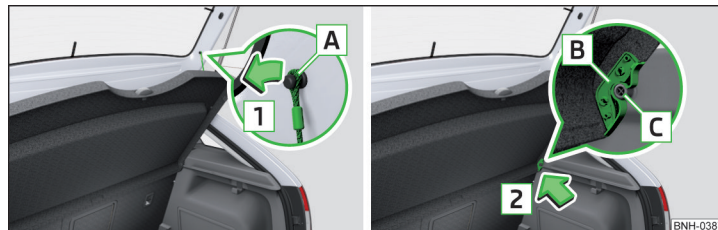

Fig. 91 Scoaterea copertinei portbagajului
Dacă benzile de susținere **A** » fig. 91 sunt agățate de capota portbagajului, la deschiderea capotei se ridică și masca portbagajului (denumită în continuare doar mască).
- > Desprindeți benzile de susținere **A** de pe ambele părți ale capotei portbagajului, în sensul săgeții **1** » fig. 91.
- > Poziționați elementele de prindere **B** de pe mască deasupra bolțurilor **C** » fig. 91.